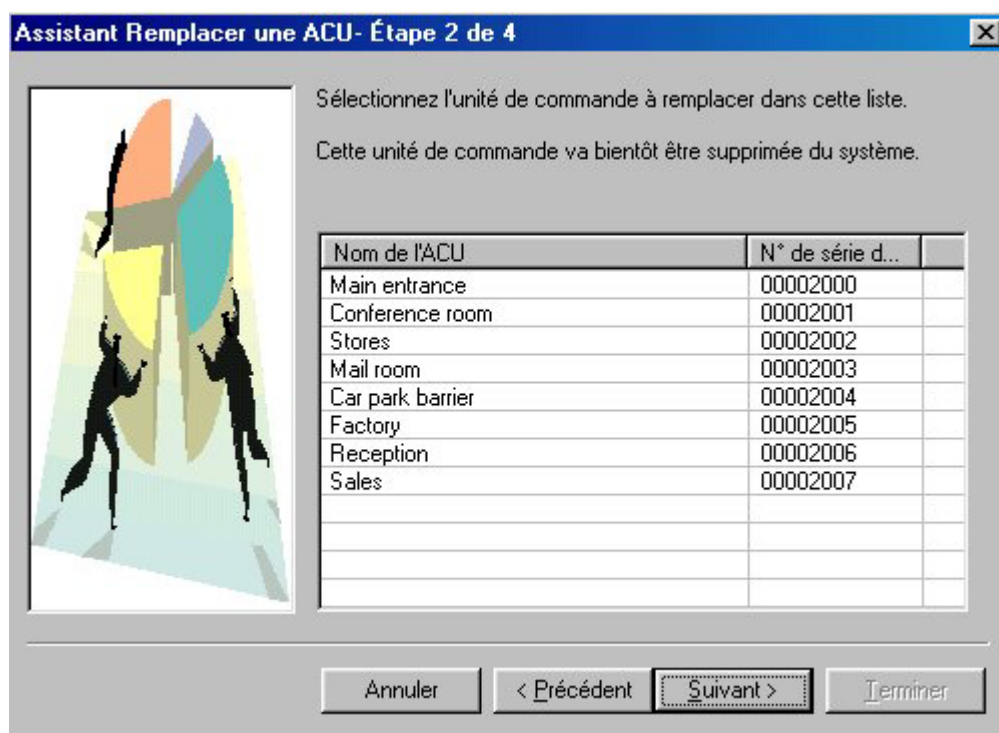

Figure 9.4
6. Sélectionnez dans la liste l'unité de commande à remplacer, comme illustré en figure 9.4. Cliquez sur Suivant pour passer à la suite.